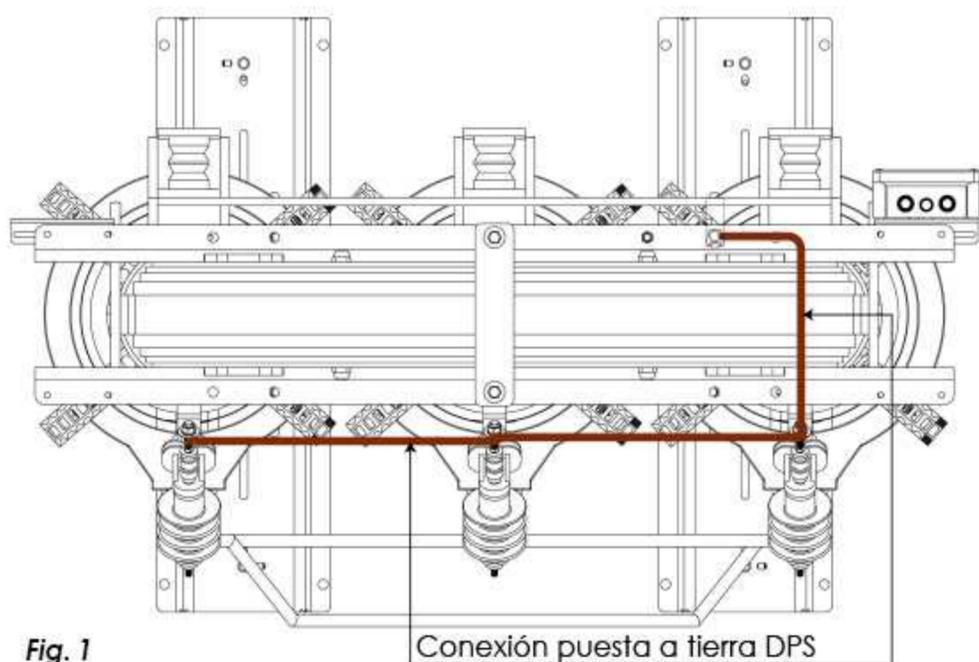

Fig. 1
2. La vista superior de la conexión de los DPS y conexión a punto a tierra se puede ver en la Fig. 1 y la conexión de los DPS a las bobinas en la Fig. 2.